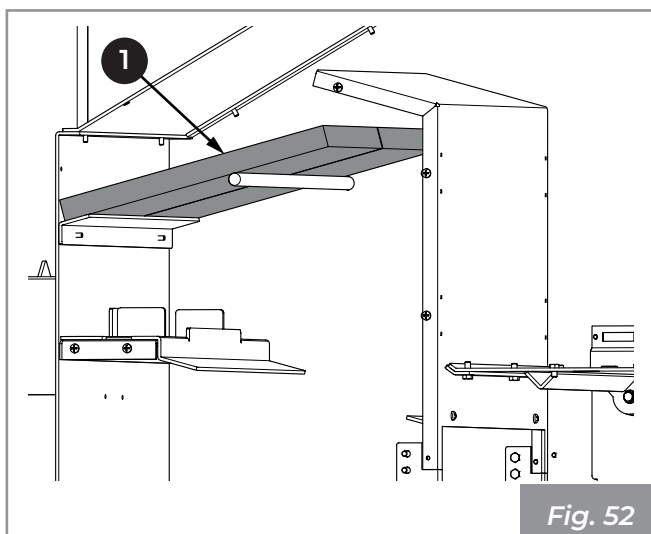

Fig. 52
- 7) Faire glisser et extraire les panneaux (1) (Fig. 52).